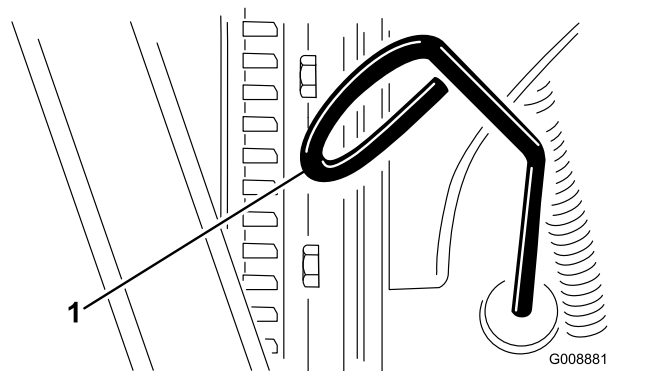

図 63
3. ディップスティック **図 63** を抜きウエスで一度きれいに拭く。